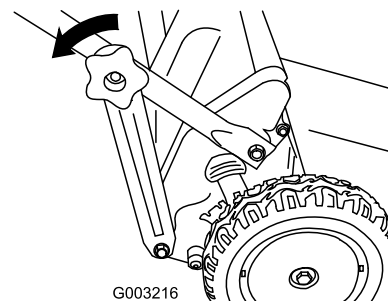

Figure 15
1. Retirez les boutons de fixation de la partie inférieure du guidon aux supports (Figure 15).